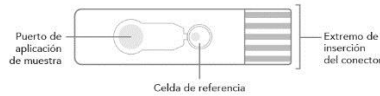

Figura 3. Vista del sensor exhibiendo el puerto de aplicación para cargar la muestra
1. La muestra de semen utilizada para el análisis de sORP puede ser fresca o congelada, aunque debe estar a temperatura ambiente 5-30 ° C (41-86 ° F) cuando se prueba y debe ser probada dentro del lapso de una (1) hora después de la licuefacción.
3. Aplique la muestra al puerto de aplicación de muestra en el sensor MIOXSYS insertado. Asegúrese de que todo el puerto esté cubierto (Figura 3).